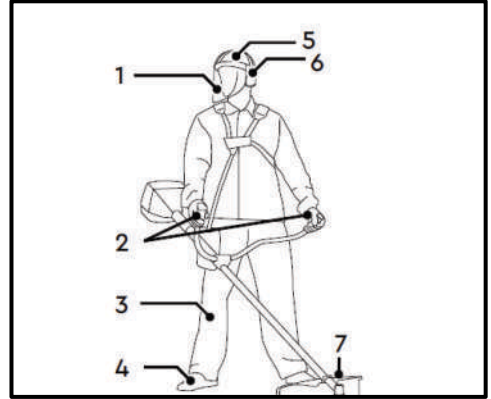

Рис. 1
- Завжди використовуйте захисний щиток (1) або окуляри (Рис. 1).
- Одягніть міцні захисні рукавиці (2) (Рис. 1). Рукавиці знижують передачу вібрації на Ваші руки. Тривале перебування під впливом вібрації може викликати оніміння пальців.
- Працюйте в спеціалізованому одязі (3), який достатньо щільно облягає (Рис. 1). Не носіть широкий одяг і прикраси, оскільки вони можуть потрапити в рухомі частини кущоріза.
- Носіть міцне взуття (4) на не ковзкій підшві для більшої стійкості (Рис. 1). Не користуйтеся кущорізом босоніж або у відкритому взутті.
- Носіть засіб захисту (5) голови, де існує ризик травмування (Рис. 1).
- Щоб уникнути пошкодження органів слуху, рекомендується використовувати захисні навушники (6) (Рис. 1).